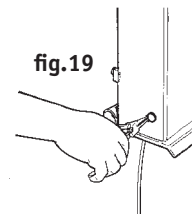

fig.19
- Togliere il "seeger" con pinze apposite e sfilare il perno (fig.19).
- Remove the "seeger" with pliers and remove the pin (fig. 19).